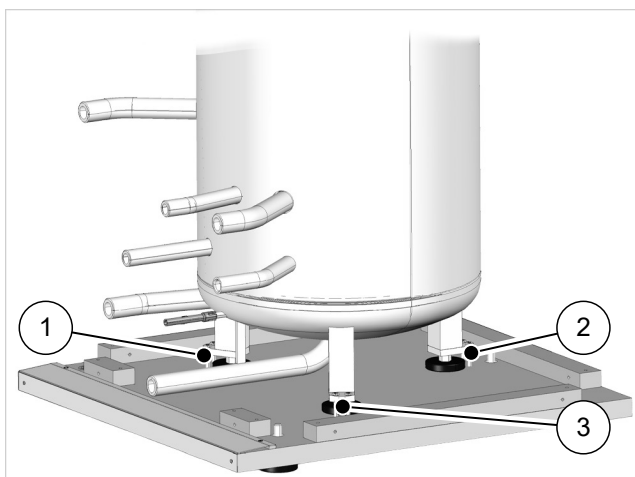

Fig. 10: Desmontar la placa de base
4. Desmonte el acumulador de la placa de base (→ fig. 10); para ello, afloje los dos tornillos de cada una de las posiciones (1) a (3).